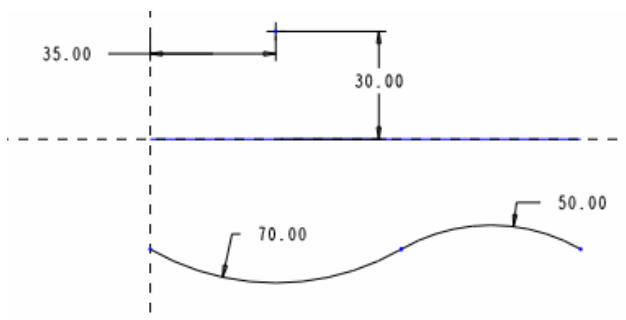

图 18-3
- (1) 单击  按钮，打开【草绘的基准曲线】对话框，选择“使用先前的”选项，单击【草绘】按钮，进入草绘工作界面。
- (2) 绘制如图 18-3 所示的曲线。
- (3) 单击  ，完成曲线的绘制。